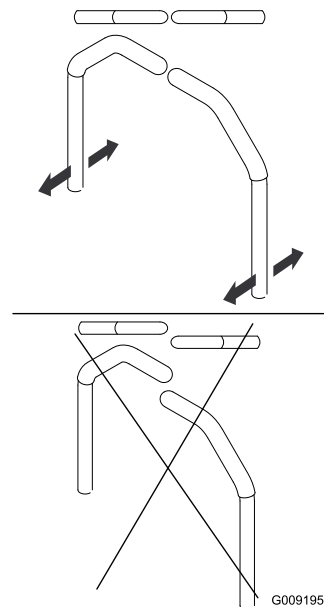

Figura 84
4. Alinee las palancas en el sentido adelante/atrás acercándolas a la posición de punto muerto, y moviéndolas hasta que estén alineadas; luego apriete los pernos (Figura 84).